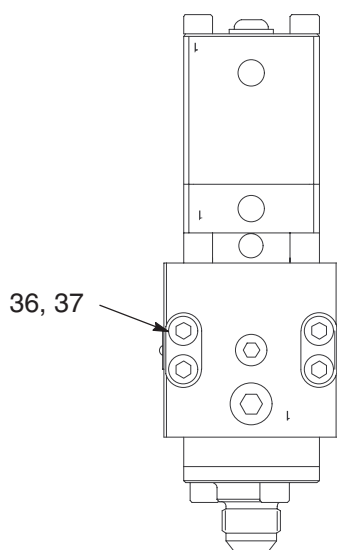

Fig. 17
- c. Fixer ensemble le collecteur (26) et la vanne de distribution (1) à l'aide des quatre vis à six pans creux (36) et de leurs rondelles (37). Voir Fig. 17.